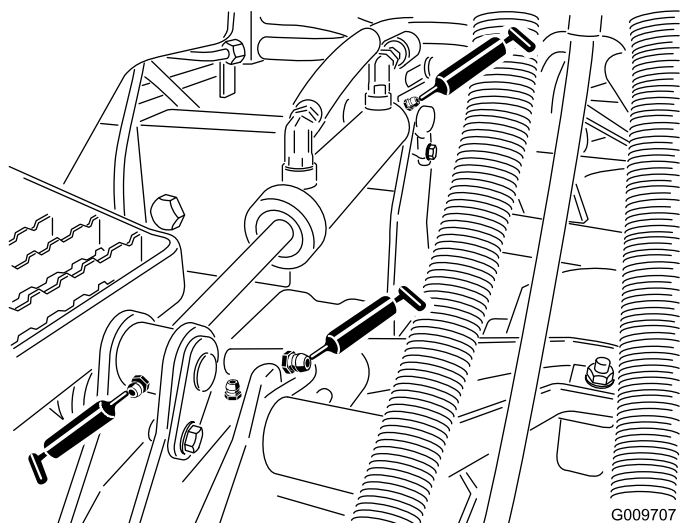

Bild 35
- Hubarmbüchsen (1 pro Mähwerk), wie in Bild 35 abgebildet
- Hubzylinder-Büchsen (2 pro Mähwerk), wie in Bild 35 abgebildet